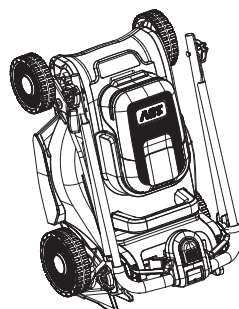

Fig. 27
10. Depozitează mașina de tuns iarba în poziție orizontală sau verticală (fig. 27).